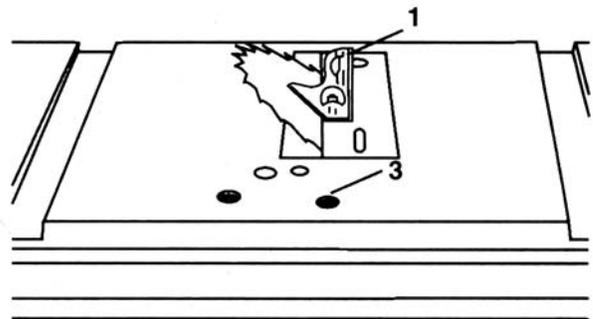

Fig. 24
3. Coloque una escuadra en su ángulo de 45° sobre la mesa y contra los dientes del disco (Fig.24).
4. Empuje la manivela y gírela hasta que la sierra esté inclinada contra la escuadra. Si no se mueve lo suficiente hacia 45°, afloje el tornillo mostrado (3) varias vueltas.
6. Apriete el tornillo (3) hasta que sienta resistencia. No apriete en extremo.